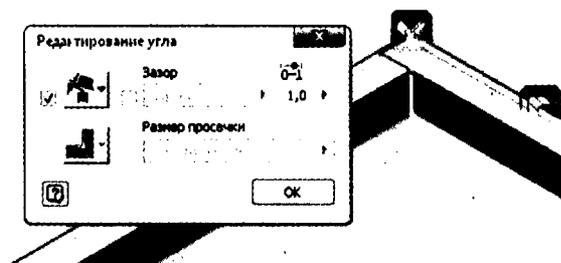

Рис. 10.8. Автоматическое усечение угла может быть отредактировано
9. Когда откроется диалоговое окно, поставьте галочку в первом окошке и выберите **Обратный нахлест** из выпадающего меню. См. рис. 10.8.